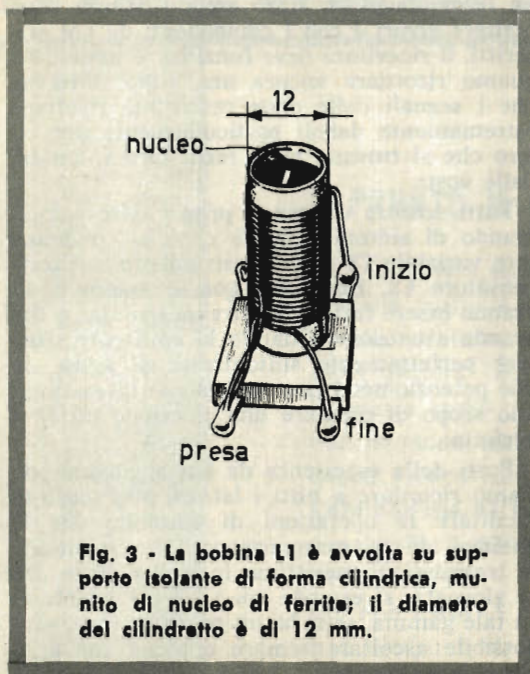

Fig. 3 - La bobina L1 è avvolta su supporto isolante di forma cilindrica, munito di nucleo di ferrite; il diametro del cilindretto è di 12 mm.
1) Le prese di antenna devono avere una resistenza di R_a ohm; ciò significa che la rete resistiva connessa con tali prese deve essere equivalente a R_a ohm, escludendo, ovviamente, la resistenza R_a dell'antenna (fig. 3).